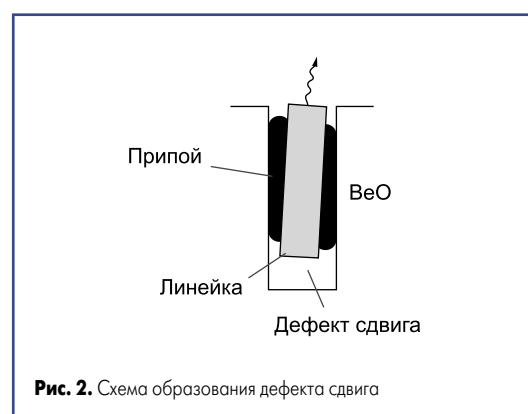

Рис. 2. Схема образования дефекта сдвига
2. Возможность образования дефектов сдвига (нарушение однонаправленности излучения всех лазерных линеек в матрице (рис. 2)), а также пустот припоя (что снижает надежность соединения) обуславливает необходимость контроля температурного профиля и контроля газообразной среды в процессе монтажа лазерной линейки.